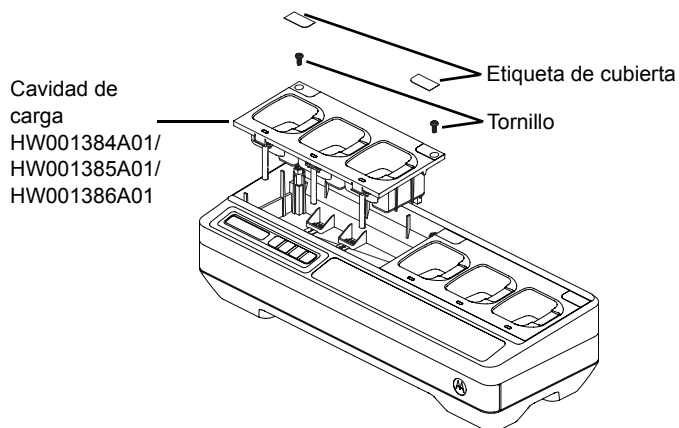
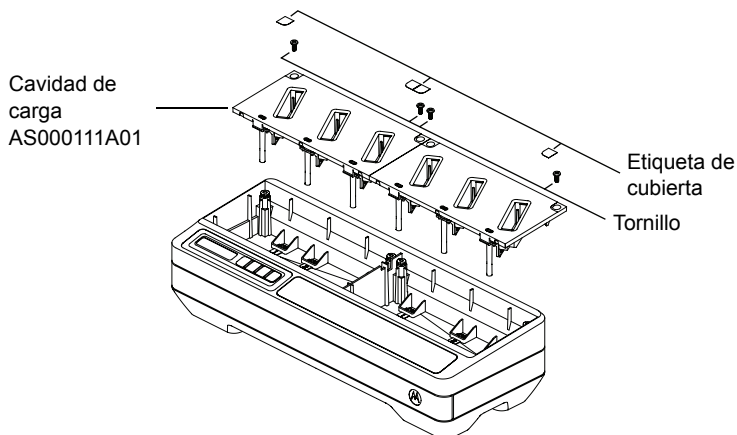

Figura 24: Instalación y extracción de la cavidad de carga HW001384A01/HW001385A01/HW001386A01
Figura 25: Instalación y extracción de la cavidad de carga AS000111A01
4. Retire el arnés de la cavidad tirando hacia arriba en el conector (consulte la Figura 24 y la Figura 25).